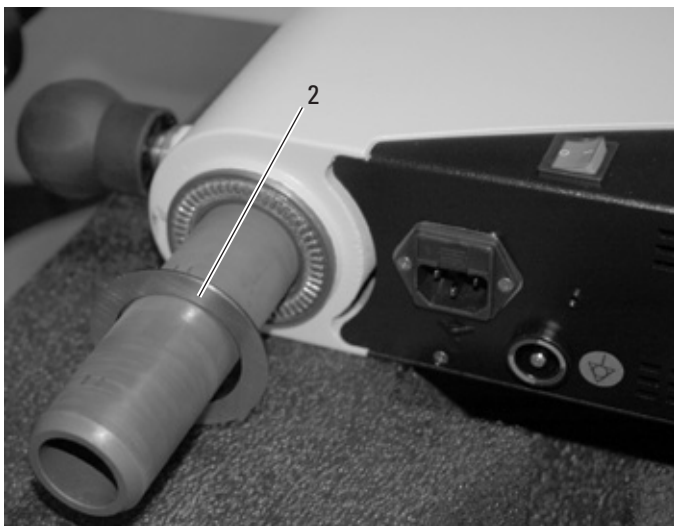

Bild 2
- ⇒ Scheibe (2) des Nadellagers vom Zapfen des Schwenkarms abnehmen (Bild 2).